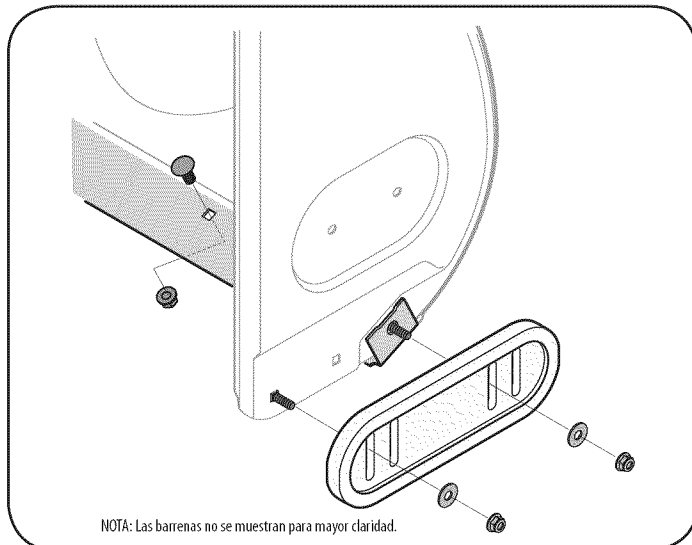

Figura 23
2. Monte las nuevas zapatas antideslizantes con cuatro pernos de carro (dos en cada lado), arandelas, y las tuercas de brida hexagonales. Consulte la figura 23.
2. Monte la placa de raspado nueva, asegurándose de que las cabezas de los pernos de carro se encuentren del lado interior de la caja. Ajuste bien. Vea la figura 23.